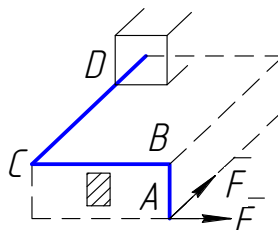

Рис. 6
33. На участке ВС плоской рамы (рис. 6) в опасном сечении возникают внутренние силовые факторы [простой выбор]